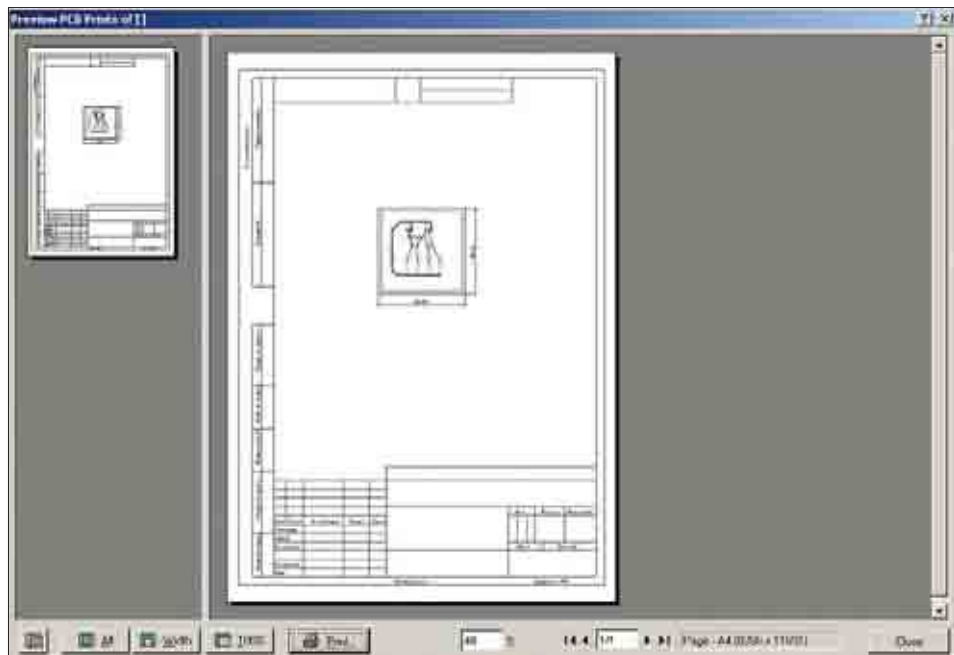

Рис. 7. Предварительный просмотр распечатки
- Нажмем кнопку Preview, откроется окно Preview PCB Prints (рис. 7).